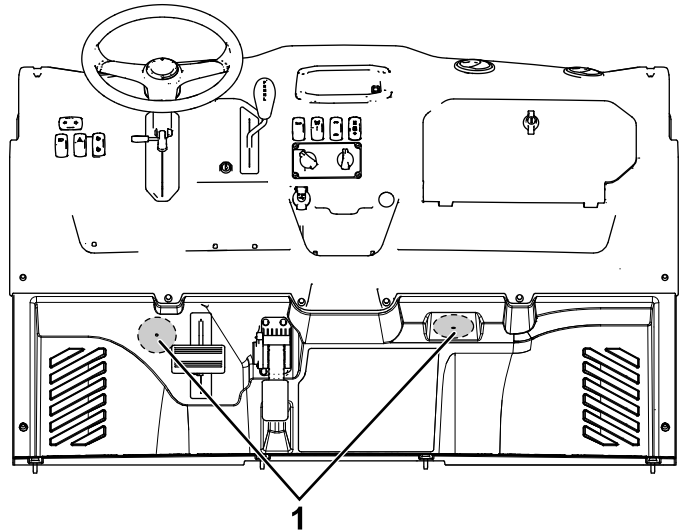

Bild 12
2. Suchen Sie die 2 Vorbohrvertiefungen auf der Diele (Bild 12) und bohren Sie 2 Löcher (76 mm) direkt über den Vorbohrungen.